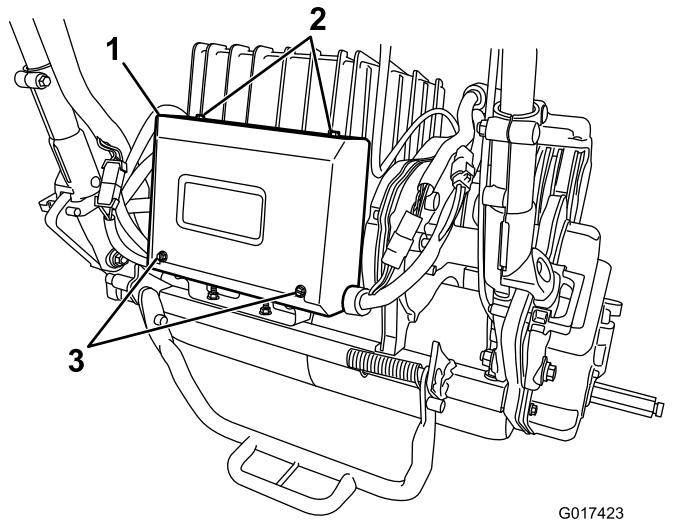

图41
- 拆下电器箱上的 2 颗后部螺丝松开 2 颗上部螺丝然后拿开箱盖 (图41)。